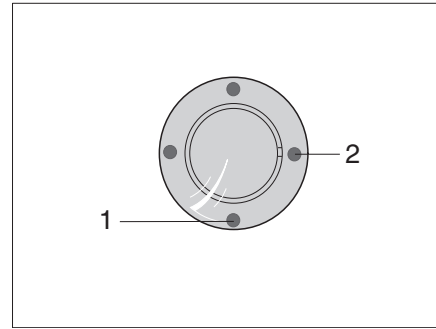
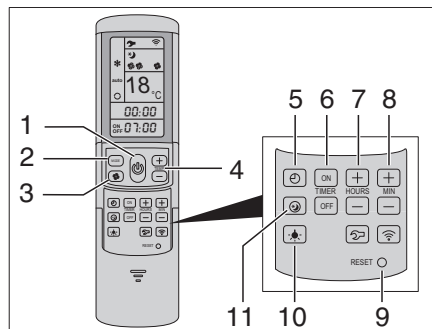

Bild 219 IR-Empfänger/Funktionsanzeige
Bild 220 Fernbedienung
Die Klimaanlage ist auf dem Dach des Fahrzeugs angebracht. Die Fernbedienung (Bild 220) für die Klimaanlage befindet sich im Küchenbereich.
- Fahrzeug an die 230-V-Versorgung anschließen. Die Klimaanlage ist betriebsbereit. Die blaue LED (Bild 219,1) leuchtet.
- Zum Einschalten die Taste (Bild 220,1) auf der Fernbedienung drücken. Die blaue LED (Bild 219,1) blinkt.
- Die gewünschte Betriebsart mit der Taste MODE (Bild 220,2) einstellen.
- Bei Bedarf mit der Taste (Bild 220,3) die gewünschte Gebläsestufe und mit den Tasten (Bild 220,4) die Raumtemperatur einstellen.
Ist die auf der Fernbedienung eingestellte Temperatur erreicht, erlischt die blaue LED (Bild 219,1), der Kompressor schaltet ab und das Umluftgebläse läuft weiter.
- Zum Ausschalten die Taste (Bild 220,1) auf der Fernbedienung erneut drücken.
- Zum Programmieren die Klimaanlage mit der Taste (Bild 220,1) auf der Fernbedienung einschalten.
- Mit der Taste (Bild 220,2) die gewünschte Betriebsart und mit den Tasten (Bild 220,4) die Raumtemperatur einstellen.
- Mit den Tasten (Bild 220,6) die gewünschte Funktion auswählen:
- Mit den Tasten (Bild 220,7 und 8) die gewünschte Schaltzeit wählen (15 Minuten bis 24 Stunden).
- Einstellung mit den Tasten "ON" oder "OFF" (Bild 220,6) bestätigen.